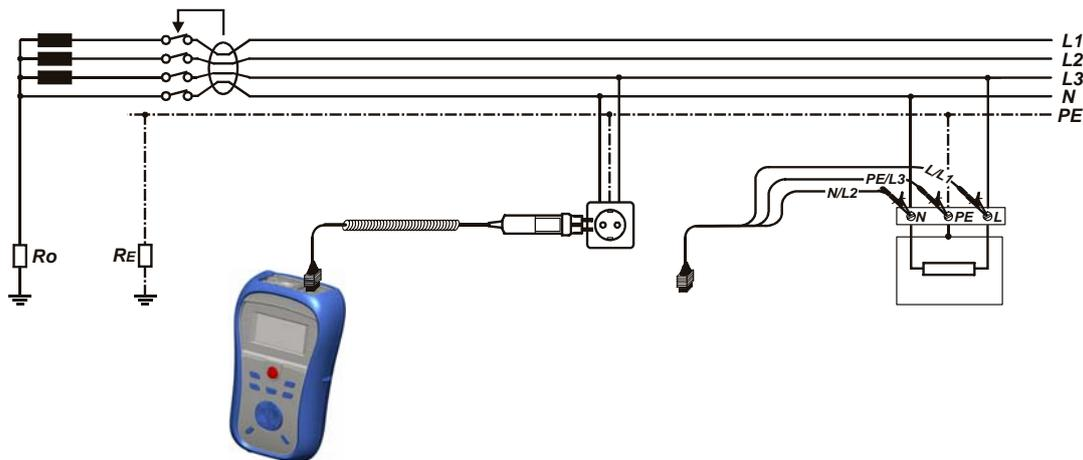

Bild 5.17: Anschluss des Plug Commanders (Netzsteckeradapter) und des Universalprüfkabels
- ❑ **Schließen** Sie die Prüfleitungen am Prüfling **an** (siehe Bild 5.17).
- Schließen** Sie die Prüflitungen am Prüfling **an** (siehe Bild 5.17).
- Schließen** Sie die Prüflitungen am Prüfling an (siehe Bild 5.17).
<input type="checkbox"/> Wählen Sie mit dem Funktionswahlschalter die Funktion RCD . <input type="checkbox"/> Setzen Sie die Unterfunktion auf AUTO . <input type="checkbox"/> Stellen Sie (bei Bedarf) die Prüfparameter ein. <input type="checkbox"/> Schließen Sie das Prüfkabel am Instrument an . <input type="checkbox"/> Schließen Sie die Prüflitungen am Prüfling an (siehe Bild 5.17). <input type="checkbox"/> Drücken Sie die Taste TEST , um die Messung durchzuführen.	Start der Prüfung